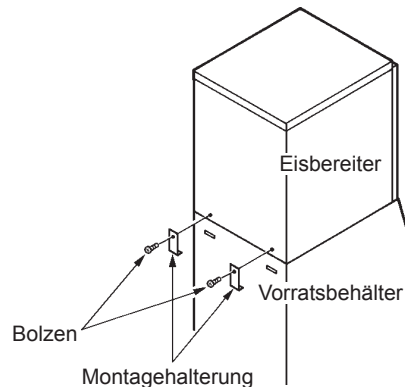

Abb. 4
- 4) Den Eisbereiter mit den zwei Montageklammern und den zwei mitgelieferten Bolzen am Vorratsbehälter befestigen. Siehe Abb. 4.